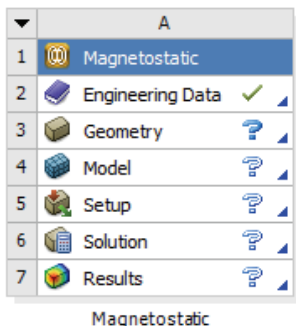

图 23-1 分析项目
2) 双击主界面 Toolbox 中的 Analysis System>Magnetostatic 选项，在项目管理区创建分析项目 A，如图 23-1 所示。